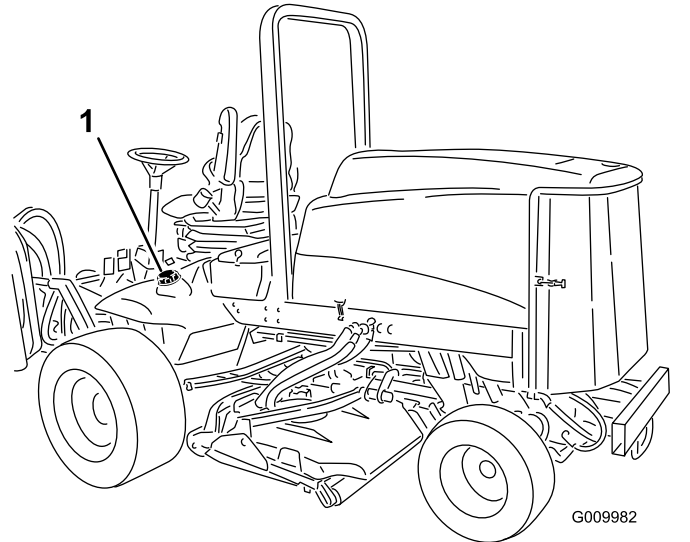

Bild 15
1. Schrauben Sie den Tankdeckel ab (**Bild 15**).